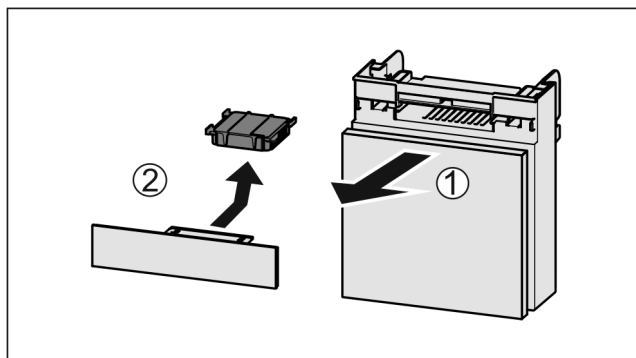

Fig. 57
- ▶ Fach nach vorne herausziehen Fig. 57 (1).
- ▶ Aktivkohlefilter entnehmen Fig. 57 (2).